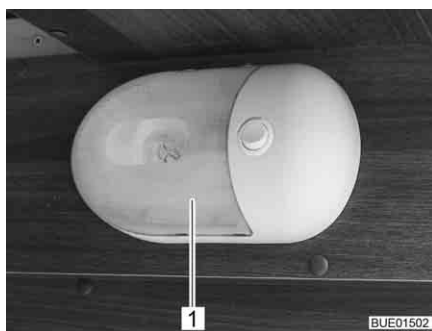

Bild 239 Aufbauleuchte
- Transparente Abdeckung (Bild 239,1) vorsichtig auf beiden Seiten zusammendrücken, leicht vom Schalter wegziehen und nach vorn abnehmen.